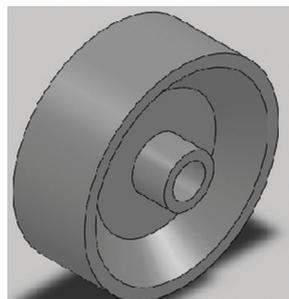

Figura 8.5 – Peça revolucionada
4.3 A Figura 8.5 exibe a peça após a revolução.